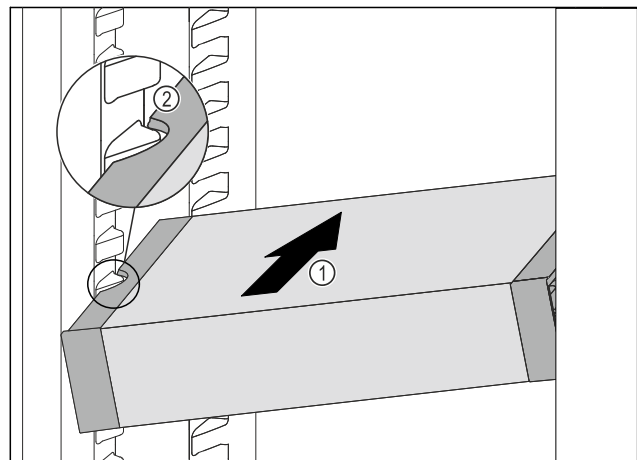

Fig. 54
- ▶ Вдвигайте VarioSafe под наклоном в холодильное отделение Fig. 54 (1), пока боковые выемки Fig. 54 (2) VarioSafe не окажутся на высоте выступа резервуара в холодильном отделении.